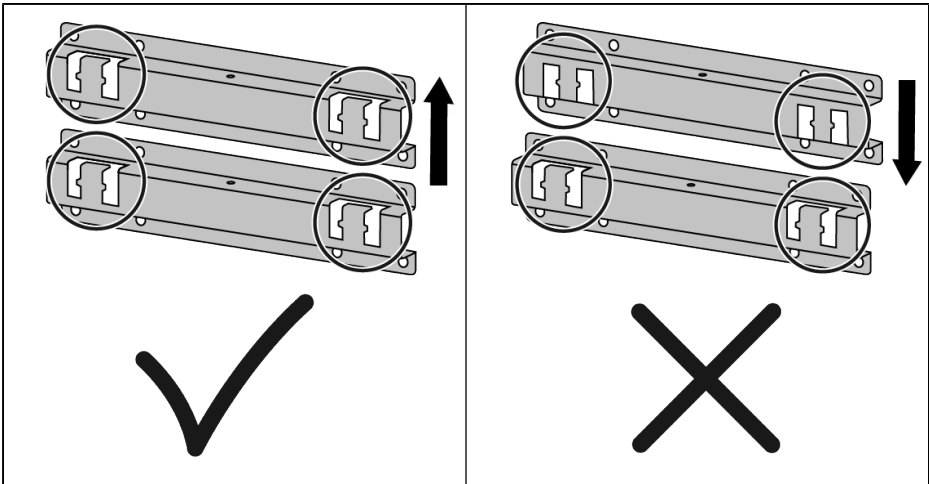
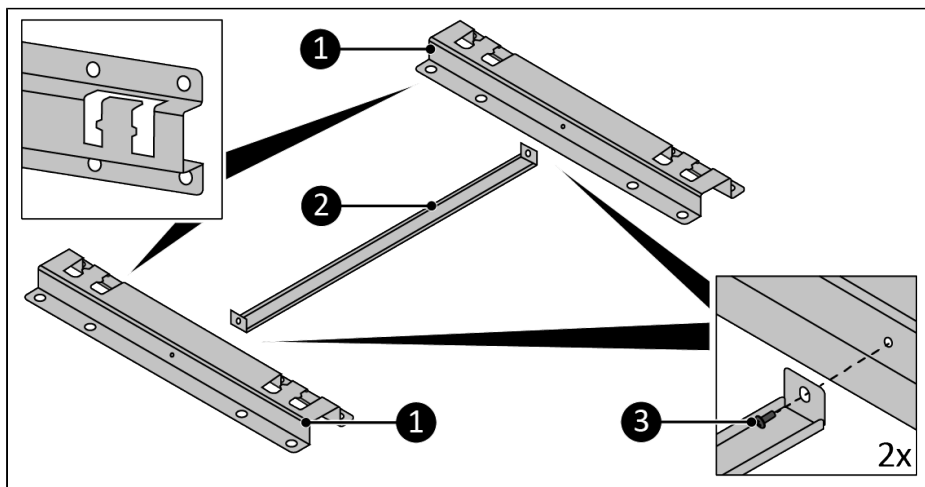

Figure 104.
Figure 105.
Säkerställ att öppningarna för båda fästena pekar uppåt, se Figure 104 och Figure 105 som referens.
1. Montera avståndshållaren (Figure 105, pos. 2) på fästena (Figure 105, pos. 1) genom att använda de båda M4 12mm skruvarna (Figure 105, pos. 3).